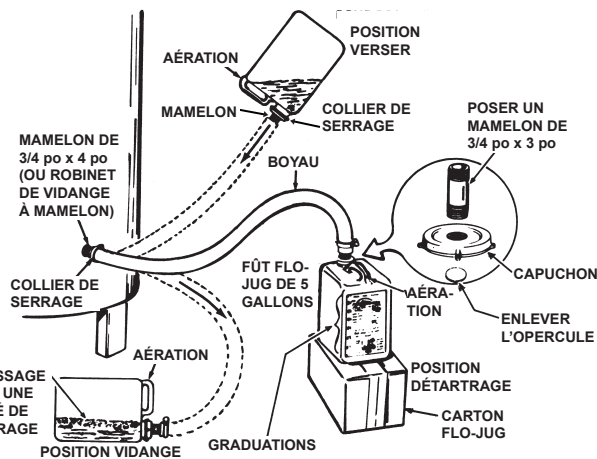

Figure 26. Méthode de détartrage Flo-Jug
2. Soulever le fût jusqu'en position « Verser » (Figure 26), en prenant soin de maintenir l'orifice d'aération dans la poignée au-dessus du niveau du liquide et verser le détartrant dans le chauffe-eau.
4. Laisser le détartrant UN•LIME dans le chauffe-eau pendant 5 minutes, puis abaisser le fût jusqu'en position « Vidanger ». Voir Figure 26.